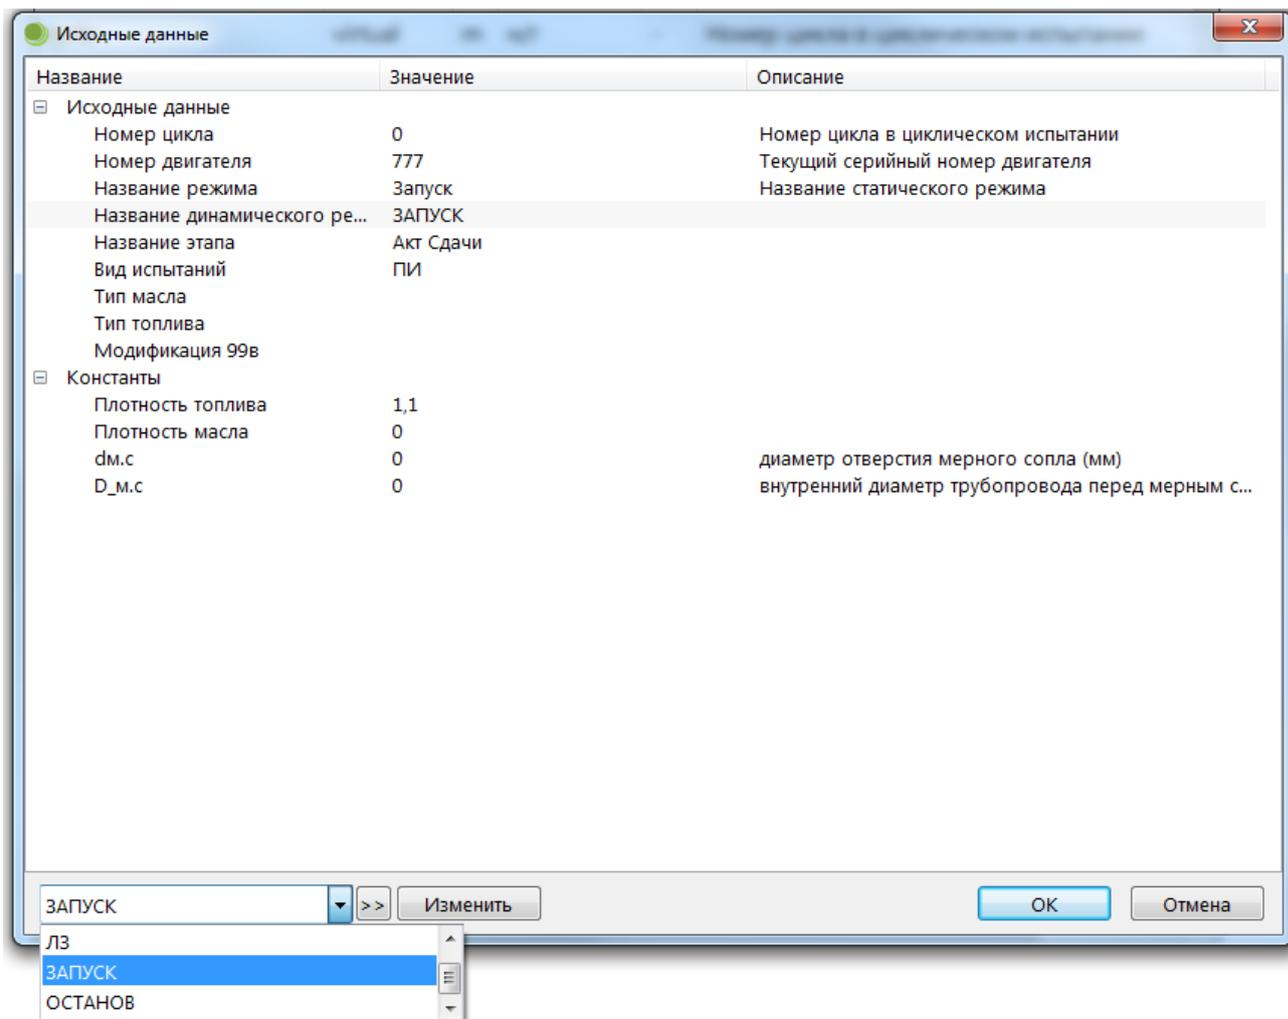

Рисунок 4.5 – Выбор исходных данных в Клиенте
4.1.7 Выбор исходных данных из созданных свойств испытания двигателя в процессе испытания двигателя выполняется в Клиенте – рисунок 4.5,